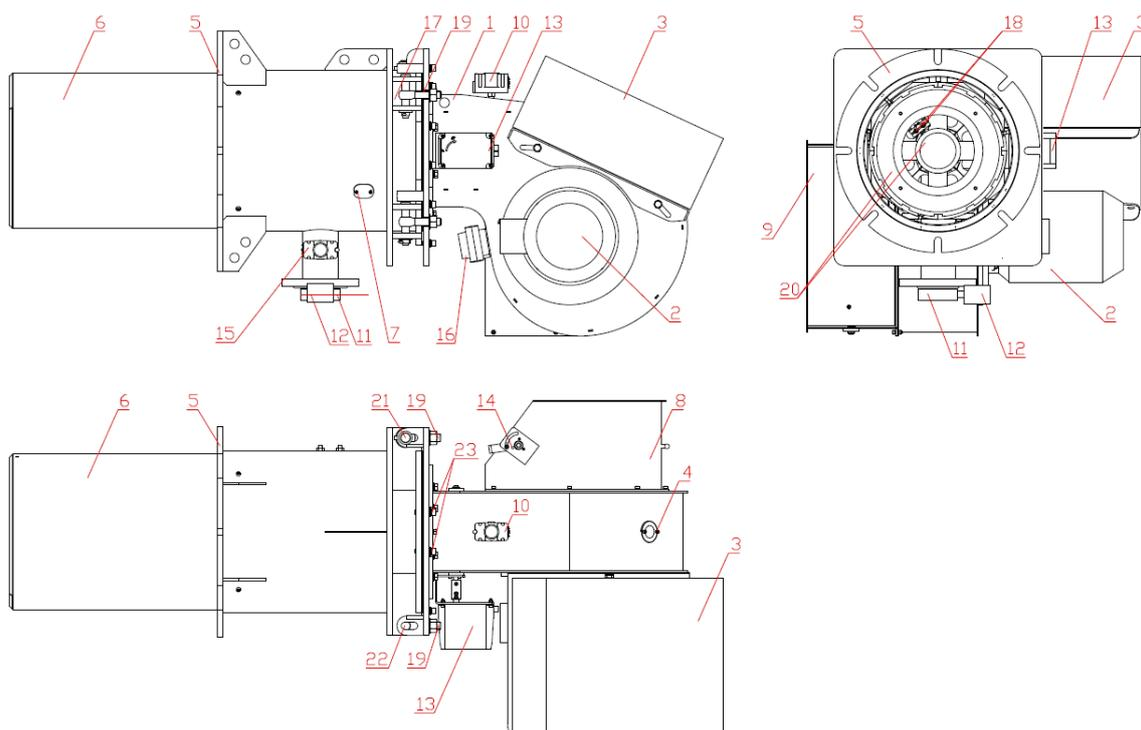

Рис.1. Общий вид устройства горелочного серии Т-3.390 G.E.
1.3.1 Состав устройства горелочного серии Т-3.390 G.E и размещение составных частей показаны на рис.1.